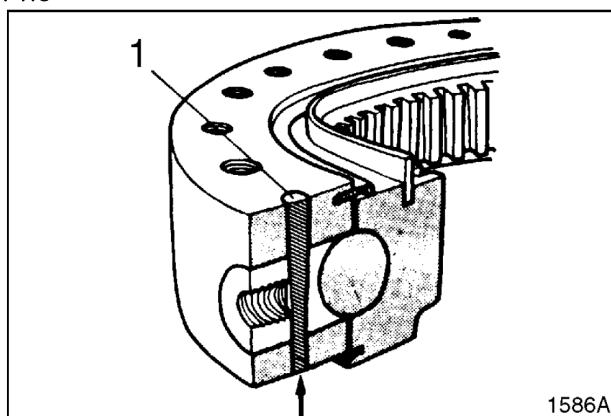

Рис. 3
1. Сточить конец конусного пальца (1, рис. 3) шлифовальной машиной и слегка постучать по нему, чтобы убрать остатки.